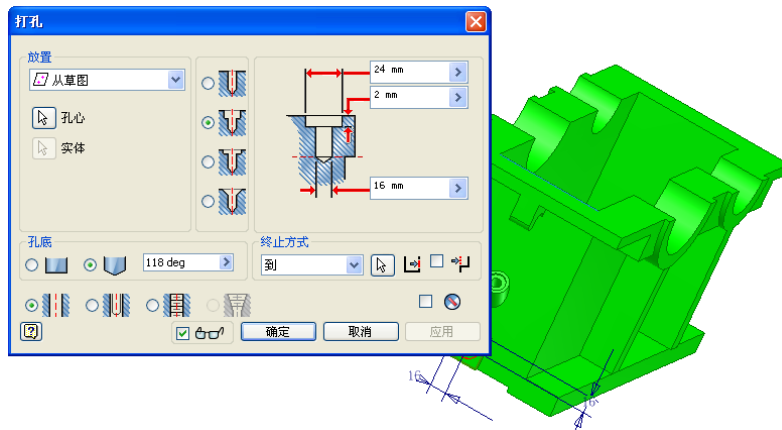

图 9-52 打孔示意图
②单击【草图】标签上的【完成草图】工具按钮，退出草图环境，单击【模型】标签栏【修改】面板上的【孔】工具按钮，打开【打孔】对话框，选择创建的点作为孔的中心点，打孔的其他设置如图 9-52 所示。其中，终止方式选择为【到】，选择出油孔所在的箱壁的内侧面作为打孔的终止面。
③单击【确定】按钮，完成出油孔特征的创建。